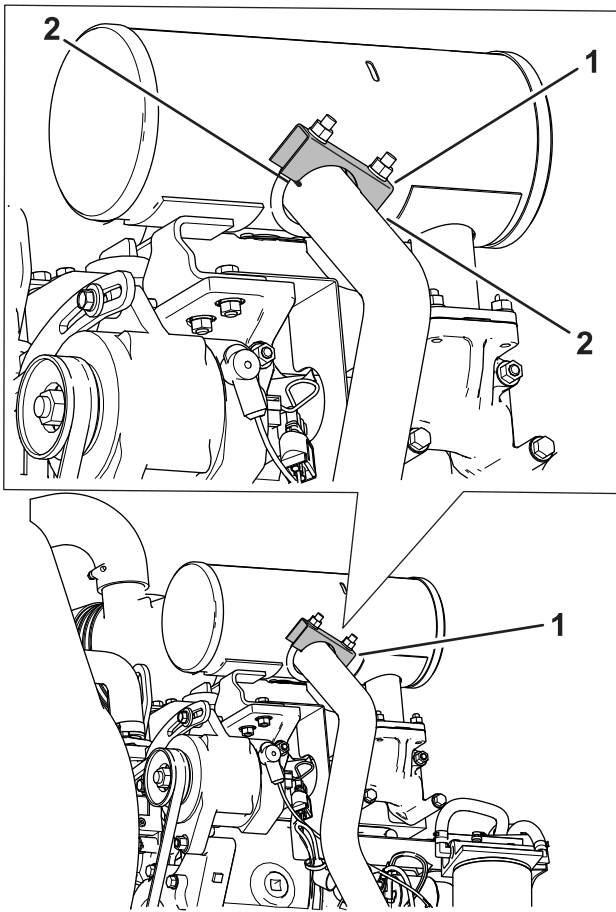

**Figura 11**
4. Instale el conjunto de soporte nuevo en el lateral del motor con las arandelas y los pernos del motor que retiró anteriormente (Figura 11).
5. Coloque la abrazadera existente sobre el nuevo tubo de escape e instale el tubo de escape nuevo en la salida del silenciador (Figura 11).
6. Instale la abrazadera nueva alrededor del tubo de escape nuevo y el conjunto del soporte con las fijaciones de la abrazadera (Figura 11).
8. Apriete los pernos del motor a 54 N·m (40 pies-libra), y luego apriete todas las abrazaderas (Figura 11).